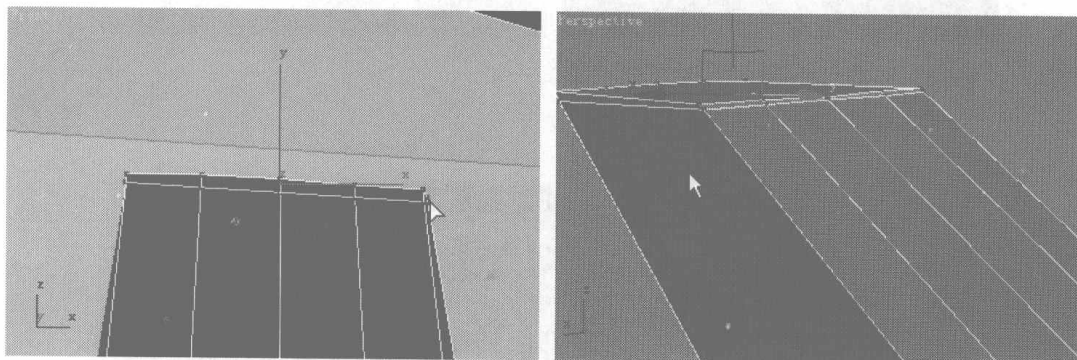

图 7.209
- 24 在 **Edit Geometry** 卷展栏中单击 **QuickSlice** 按钮，在倒车镜的支架上切出曲线，如图 7.209 所示。